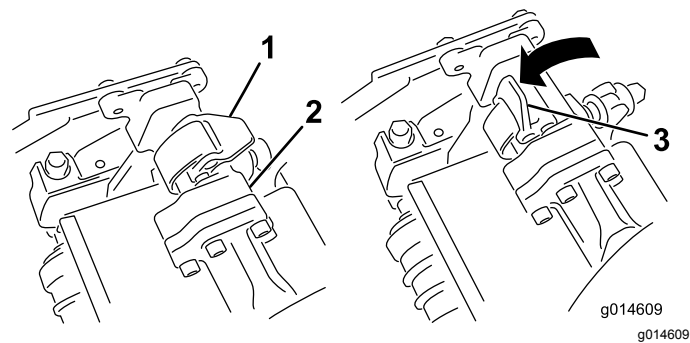

Figure 45
4. Fermez les verrous autour de la barre de l'unité de coupe et bloquez-les en place (Figure 45).
- Ouvrez les verrous sur la barre du bras de suspension appartenant à l'unité de coupe que vous voulez déposer (Figure 45).